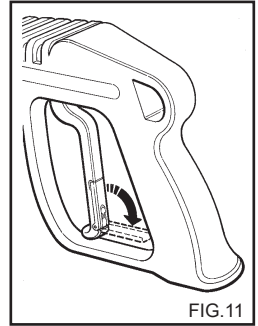

FIG.11
- Wenn der Hochdruckreiniger nicht benutzt wird, die Sicherheitsvorrichtung am Griff schließen. (Fig.11)
Mit dieser Vorrichtung (Fig.11) kann man den Betriebsdruck regulieren. Wenn man den Drehschalter C entgegen dem Uhrzeigersinn dreht (B) (Minimum) wird der Betriebsdruck verringert.